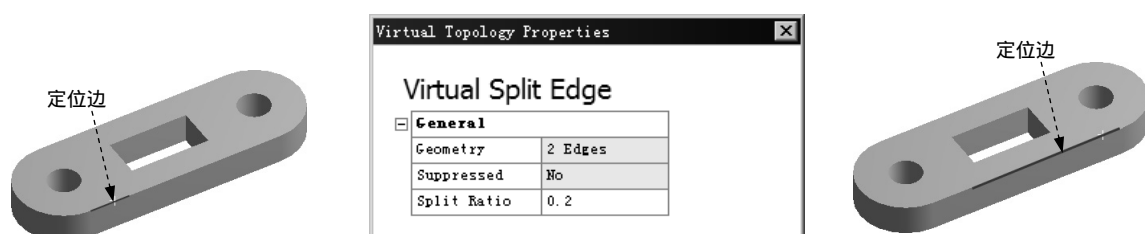

图 4.4.42 编辑分割参数(一) 图 4.4.43 “Virtual Topology Properties”对话框 图 4.4.44 编辑分割参数(二)
(3) 编辑分割参数(一)。在“Virtual Topology”工具栏中单击  或  按钮,将边线定位到图 4.4.42 所示的边线上,单击  按钮,在弹出的“Virtual Topology Properties”对话框的 **Split Ratio** 文本框中输入数值 0.2 并按 Enter 键(图 4.4.43)。